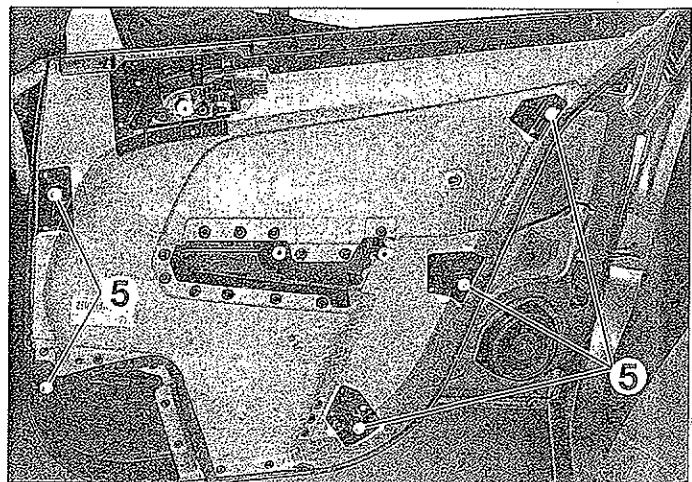

FIG. 53
- Desengrapar los cinco clips (5) del guarnecido interior de puerta trasera (fig. 53).